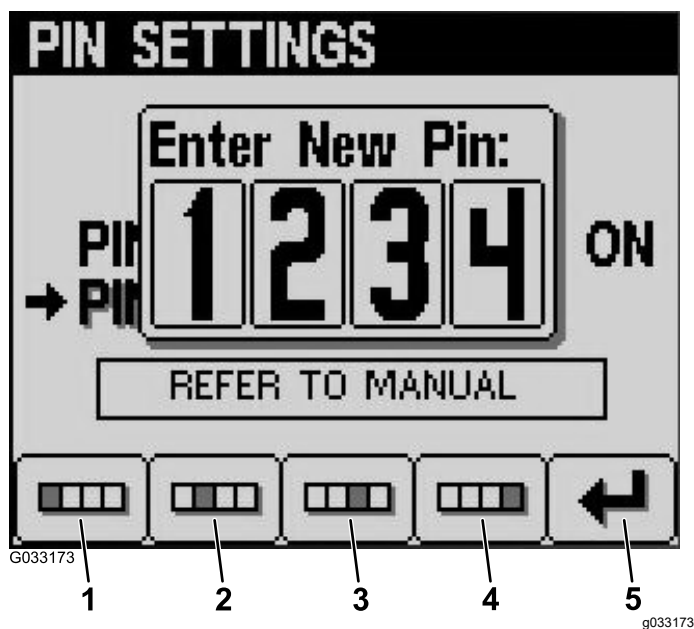

図 16
7. ボタン 14 を使って新しい PIN を入力し、入力が完了したらボタン 5 を押す (図 16)。